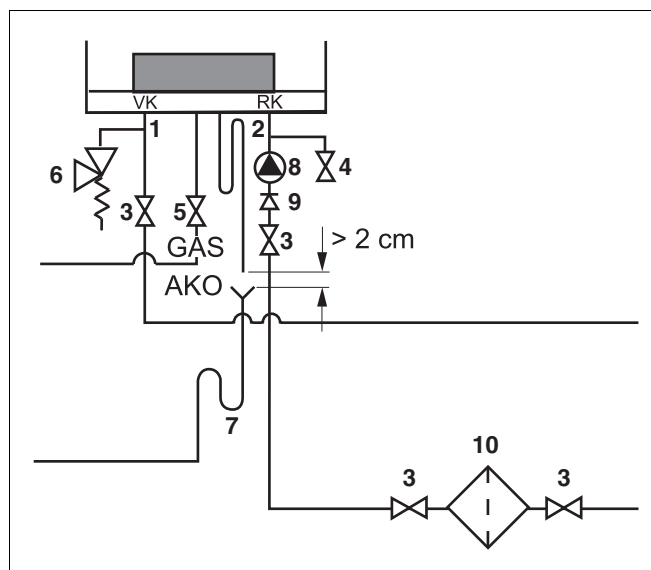

Рис. 14 Подключение подающей и обратной линий
В целях защиты всей системы отопления рекомендуется на обратной линии системы отопления установить фильтр. (рис. 14, поз. 10).
- Смонтировать подающую линию с установленным плоским резиновым уплотнением на подключении VK (подающая линия котла) (рис. 14, поз. 1), следя за тем чтобы не возникло напряжений. Для подключения подающей линии использовать трубы с минимальным диаметром 1½".
- Смонтировать обратную линию с установленным плоским резиновым уплотнением на подключении RK (обратная линия котла) (рис. 14, поз. 2), следя за тем, чтобы не возникло напряжений. Для подключения обратной линии использовать трубы с минимальным диаметром 1½".
- Для технического обслуживания и текущего ремонта отопительного котла в подающей и обратной линии установить по сервисному крану (рис. 14, поз. 3). Использовать сервисные краны с минимальным диаметром 1½".
- Подключить к обратной линии кран для заполнения и слива (рис. 14, поз. 4).